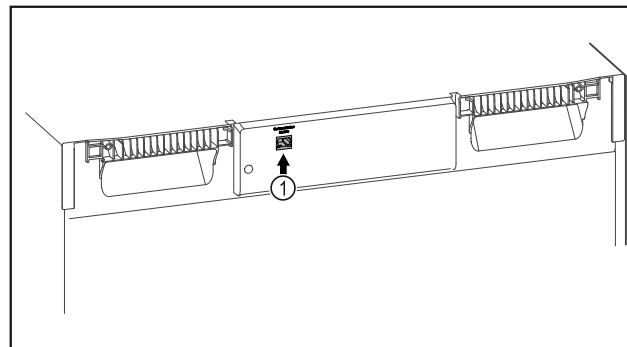

Fig. 87
- SmartModule Fig. 87 (1) je nasadený.